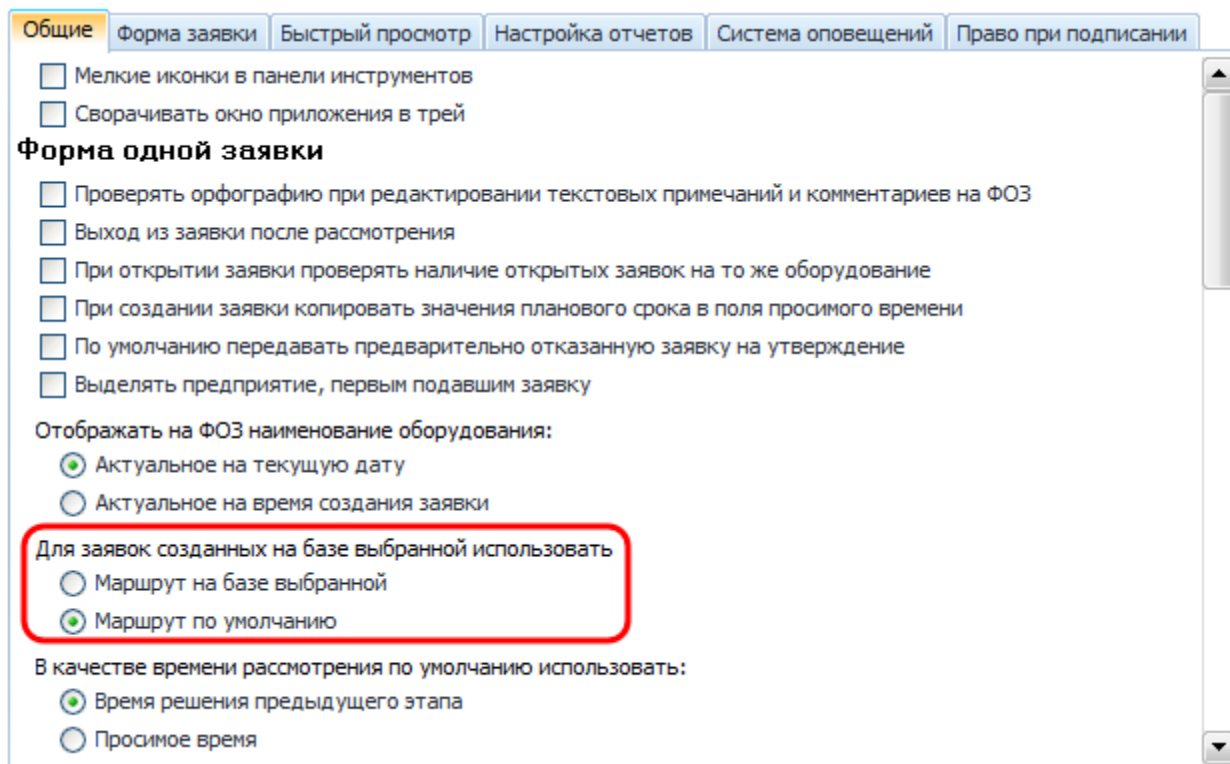

Рисунок 16.9 – Настройка выбора маршрута при создании заявки на базе выбранной
– «Для заявок, созданных на базе выбранной использовать:». В зависимости от выбранного значения происходит следующее (Рисунок 16.9):